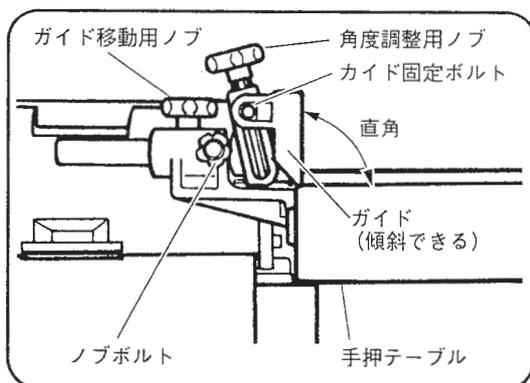

図 11
- (1) ガイド固定ボルト (2 本) を付属の両口スパナ (17mm) でゆるめ、角度調整用ノブをまわし、手押テーブルとガイドを直角定規 (曲尺など) を使用して直角に調整します。調整後は、ガイド固定ボルトで確実に固定します。(図 11 参照)
- (2) むら取りした切削面をガイド面にしっかりと押し付けながら送ります。このとき手が手押テーブル面に近づかないように木材を押さええます。
(1) ガイド固定ボルト (2 本) (図 11 参照) を付属の両口スパナ (17mm) でゆるめ、角度調整用ノブ (図 11 参照) をまわすとガイドは 0~45° の範囲で傾けることができます。
(2) 面取り角度にガイドを合わせ、木材をガイド面にしっかりと押し付けながら送ります。
- (1) ノブボルト（図 11 参照）をゆるめ、ガイド移動用ノブをまわしてガイドとかんな刃側面との間隔を切削幅に合わせ、ガイドをノブボルトで固定します。